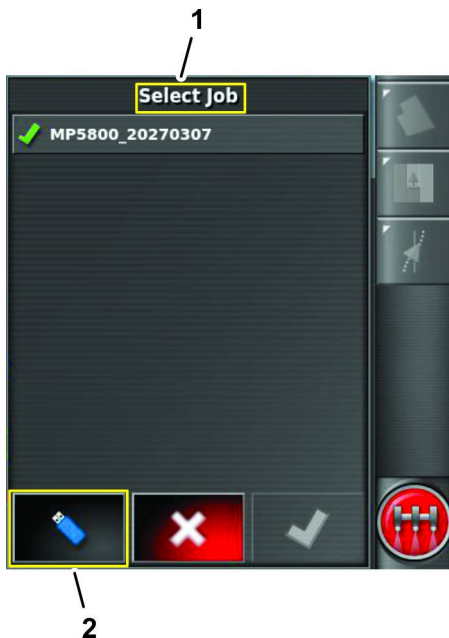

Bild 94
5. Tippen Sie auf das Symbol Ansicht umschalten, um die Liste ausgewählte Jobs (USB) anzuzeigen (Bild 94).